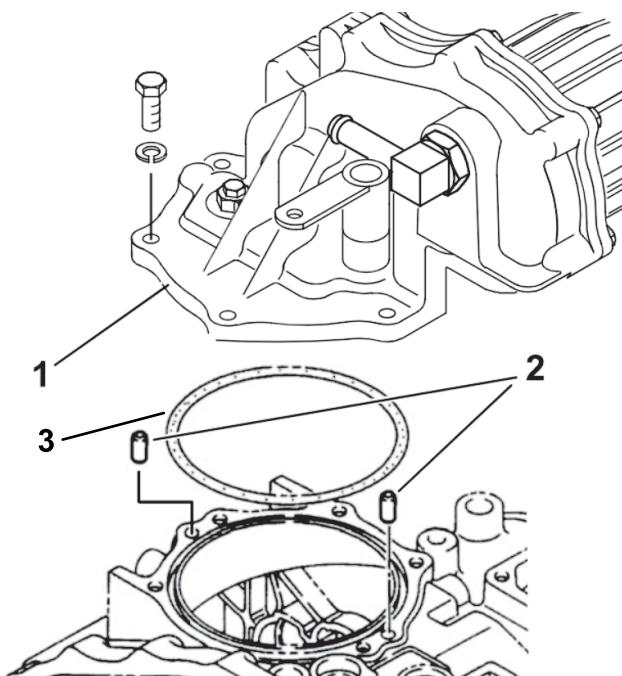

Figura 19
1. Installate i 2 perni di allineamento nei fori nel transaxle, nei punti indicati nella Figura 19.
2. Utilizzando l'O-ring grande, i bulloni di montaggio, le rondelle di bloccaggio e il dado rimossi dalla piastra di copertura del transaxle, montate il gruppo della presa di forza sul transaxle (Figura 19).